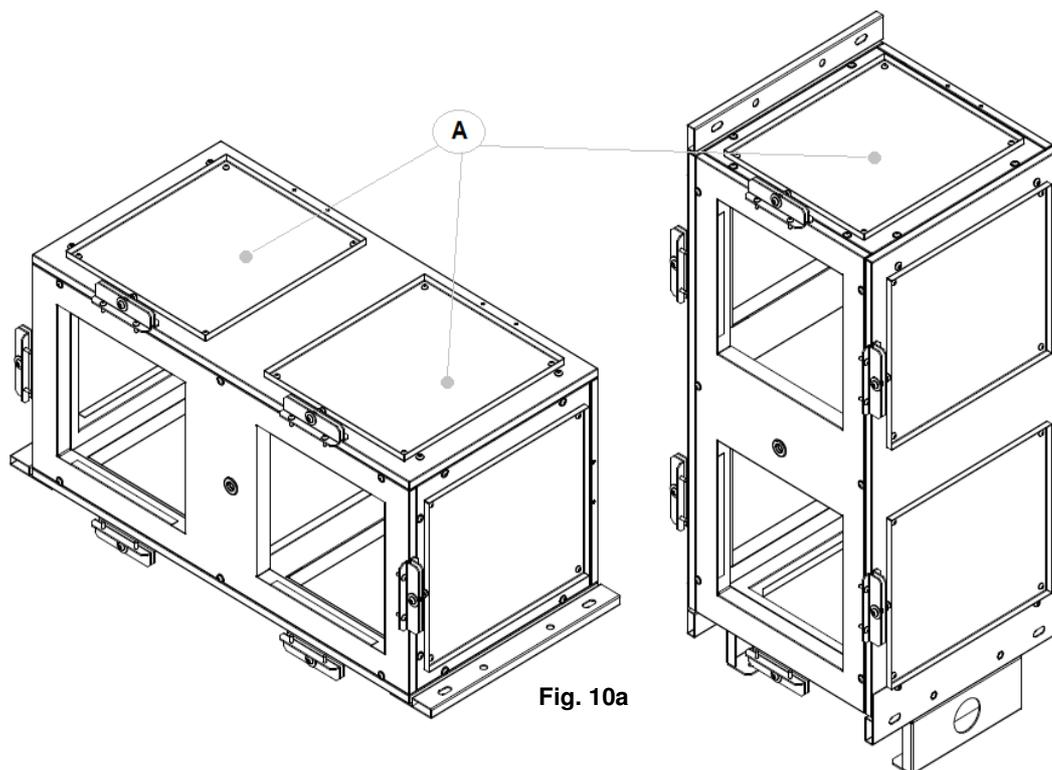

Fig. 10a
- El plenum está dotado de n°10 posibles conexiones aerólicas de las cuales n° 6 cerradas por chapas isotérmicas (A) bloqueadas por tornillos autoperforantes, como se indica en **fig. 10a**.